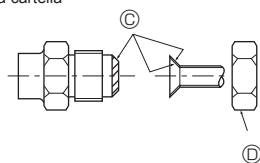

Fig. 4-1
Ⓐ (Fig. 4-1)
Ⓑ (Fig. 4-1)
4.2. Collegamento dei tubi (Fig. 4-1)
- Stendere uno strato sottile di oliorefrigerante sul tubo e collegare la superficie di appoggio prima di serrare il dado a cartella. Ⓐ (Fig.4-1)
- Serrare i raccordi dei tubi usando due chiavi. Ⓑ (Fig.4-1)
- Applicare olio adatto alle macchine di refrigerazione sull'intera superficie di alloggiamento svasata. Ⓒ (Fig.4-1)
- Utilizzare i dadi a cartella per le seguenti dimensioni di tubazioni. Ⓓ (Fig.4-1)